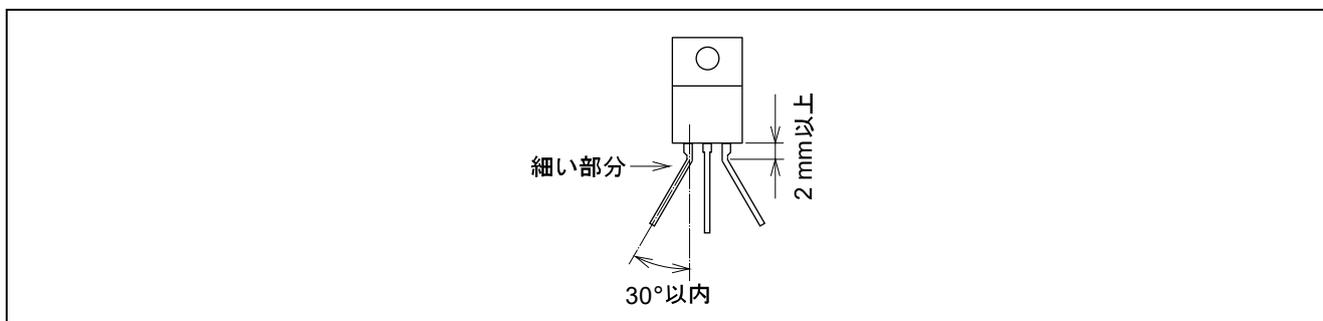

図 15 リードを横方向に曲げる場合
- リードを横方向に曲げるときは、図 15 のようにリードの細い部分か、またはトランジスタ本体から少なくとも 2 mm 以上離れた点で折り曲げ、その角度は 30°以下にしてください。